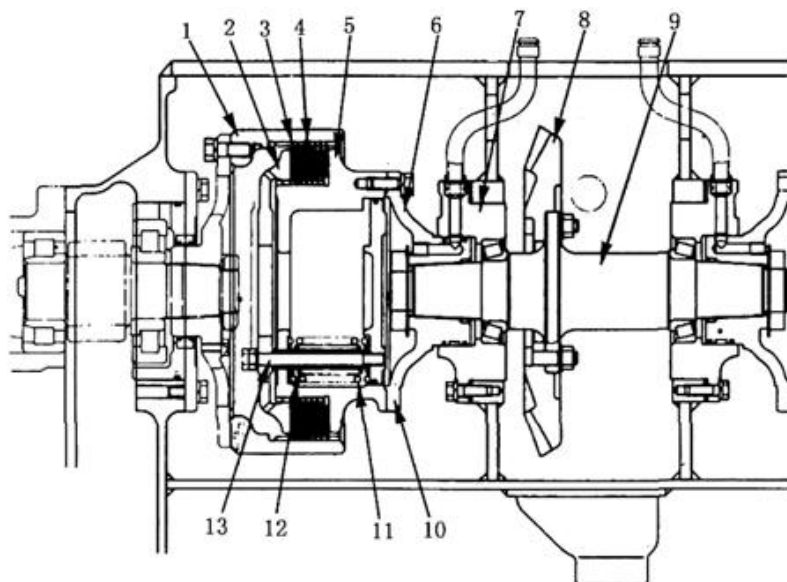

Рис. 5-35
5.5 Главный привод (см. Рис. 5-35)